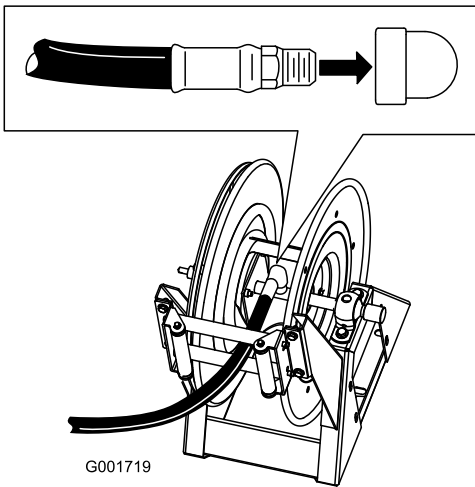

Figura 40
1. Aplique vedante PTFE nas roscas da união na tubagem longa, e instale a união no tubo de ligação do cilindro (Figura 40).